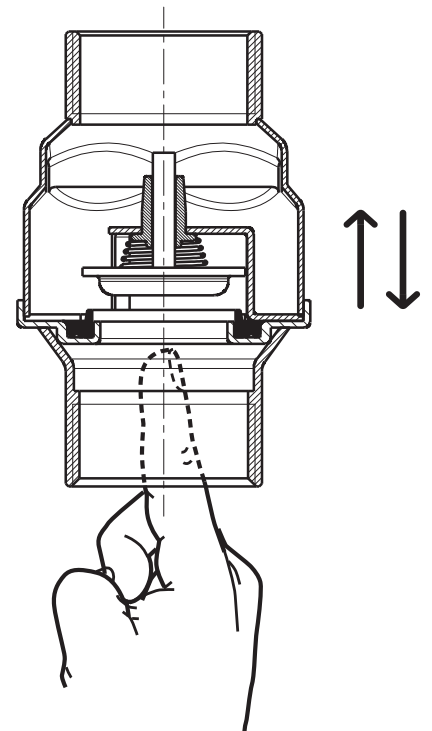

Fig. 1
- Vérifier le bon fonctionnement du clapet en poussant l'obturateur du côté aspiration dans le sens indiqué par la flèche estampée sur le corps du clapet (Fig. 1). L'obturateur doit coulisser vers le haut et une fois relâché, il doit revenir tout seul vers le bas. Si cela ne se produit pas, vérifier qu'il n'y a pas de corps étrangers à l'intérieur du clapet et répéter l'opération. Si l'obturateur ne coulisse pas librement, le clapet ne doit pas être monté.